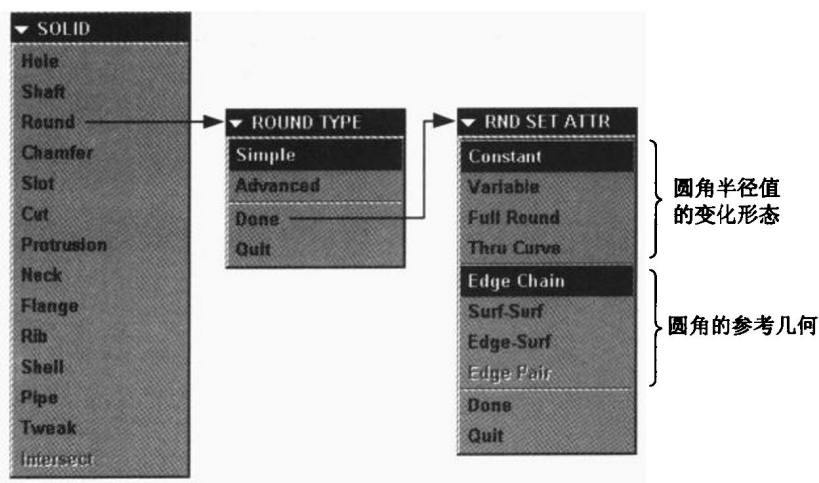

图 1.3
1. **Attributes (属性)**: 用来指定下列两项内容(见图 1.3)。